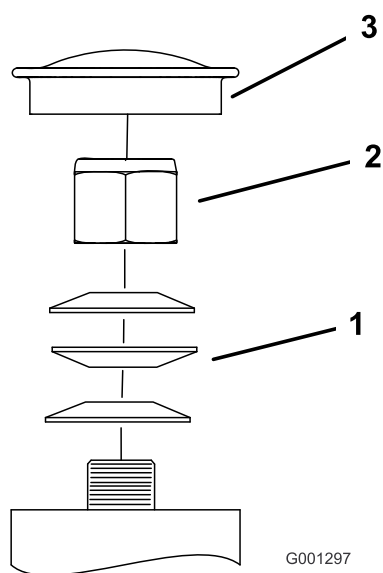

Figure 64
3. Retirez le capuchon antipoussière de la roue pivotante et serrez le contre-écrou (Figure 64).
4. Continuez de serrer le contre-écrou jusqu'à ce que les rondelles élastiques soient aplaties, puis desserrez-le de 1/4 de tour pour obtenir la précharge correcte des roulements (Figure 64).
Important: Veillez à placer les rondelles élastiques comme montré à la Figure 64.
5. Reposez le couvre-moyeu (Figure 64).